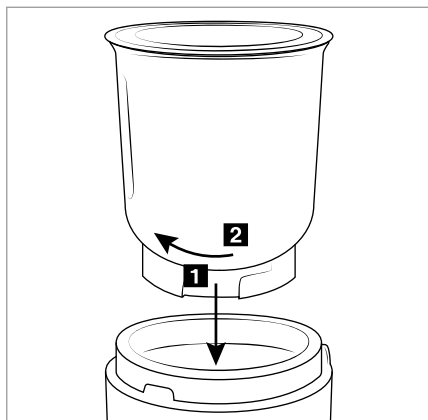

Fig. 1
5) Coloque o recipiente **(3)/(4)** no bloco do motor **(5)**: certifique-se de que os encaixes no interior do bloco do motor **(5)** se ajustam corretamente nas ranhuras da base do recipiente **(3)/(4)** (ver fig. 1/**1**).
6) Rode o recipiente **(3)/(4)**, de forma que os encaixes no interior do bloco do motor **(5)** deslizem mais profundamente na guia (no sentido **1**) e o recipiente **(3)/(4)** fique fixo (ver fig. 1/**2**).